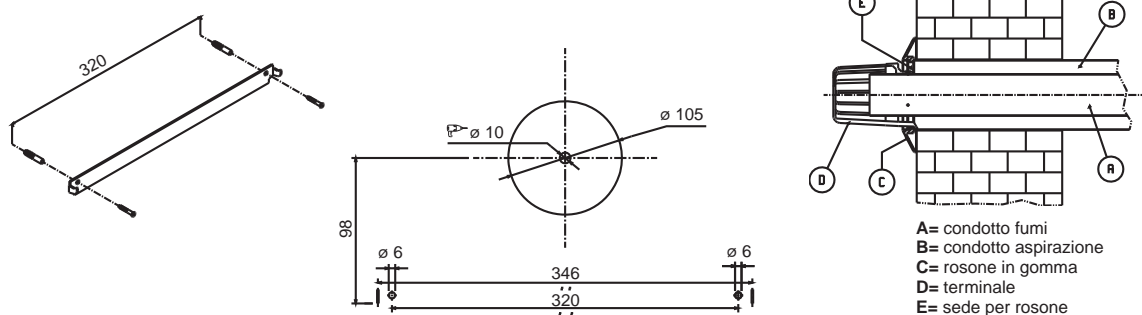

fig. 3
- stabilita la posizione dell'apparecchio, praticare n°2 fori \varnothing 6 mm alla distanza di 320 mm, per l'applicazione dell'apposita dima di sostegno (utilizzate la stessa dima per tracciare i fori) (fig. 3), fissare la stessa con i tasselli in dotazione.
- praticare un foro di \varnothing 105 mm (fig. 3);